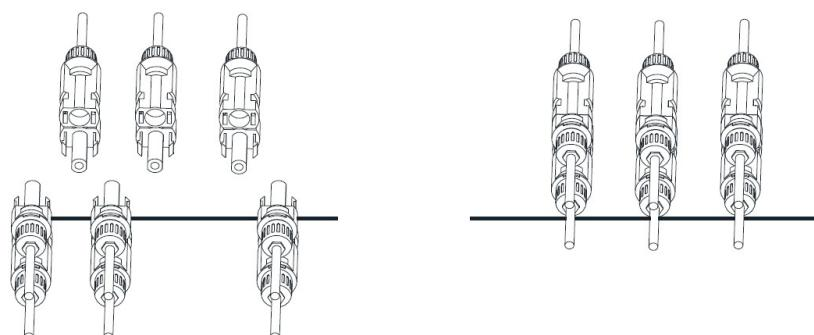

Рис. 3.6 Підключення постійного струму
- d) Підключіть роз'єм постійного струму до позитивного та негативного входу інвертора, як показано на рис. 3.6.